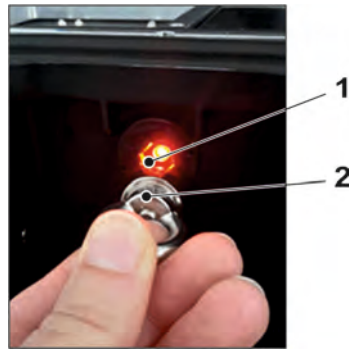

Abb. 32-20 Aufwecken des NivuFlow Mobile
2. NivuFlow Mobile „aufwecken“: dazu den mitgelieferten Magneten (Abb. 32-20 Pos. 2) vor den Reedkontakt (Abb. 32-20 Pos. 1; vorne am NFM) halten bis die LED leuchtet.